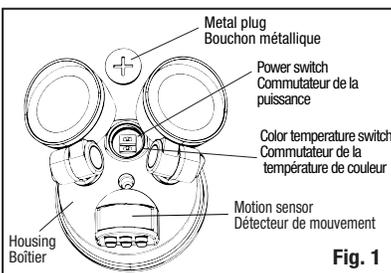

Fig. 1
1. Remove the central metal plug by unscrewing it. Select the desired LED color temperature and power by using the switches as shown in Fig.1 (default color temperature: 4000 K, default power: 24 W).
1. Enlever le bouchon métallique central du luminaire en le dévissant. Sélectionner la température de couleur de DELs désirée et la puissance à l'aide du commutateurs comme montré sur la Fig. 1 (température de couleur par défaut : 4000 K, puissance par défaut : 24 W).